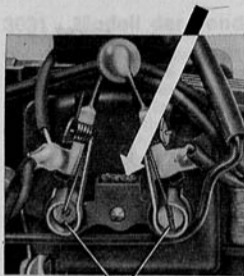

Fig. 3
**3. Schmierung.** Nach etwa 40 Stunden Laufzeit oder nach längerem Lagern empfehlen wir die Schmierung der Ankerlager (siehe Fig. 3 und 4) und der Lager der Getrieberäder. Hierzu ist
**3. Lubrication.** We advise lubricating the armature bearings (see figs. 3 and 4) and those of the gear wheels after running for some forty hours, or after the engine has been laid up for any length of time. The engine casing must be taken off for this (see point 4), and the axle bearings marked by arrows in fig. 5 should also be oiled. Never give any bearing more than one single drop of oil; excessive oiling causes a film of dirt to form, and this, as an example, can also
**3. Graissage.** Nous vous conseillons de procéder à un graissage de la locomotive après environ 40 heures de marche ou après un stockage prolongé: paliers de l'arbre d'induit et du train d'engrenages (voir fig. 3 et 4). Démontez le corps de la locomotive pour y avoir accès (voir § 4). Graissez également les paliers des essieux signalés par des flèches sur la figure 5. Amener une goutte d'huile sur chaque point de graissage. Un graissage excessif est à l'origine de la formation de cambouis. Le fonctionnement de l'attelage MÄRKLIN-TELEX peut aussi être affecté par un graissage excessif (levier de dételage collé). Démontez dans ce cas le crochet d'attelage (retirer la vis) et nettoyez soigneusement les pièces à l'aide d'un chiffon. Attention à un assemblage correct des pièces lors du remontage. Vérifier que le ressort agit normalement. Nous conseillons l'huile MÄRKLIN **7199** ou l'huile d'auto fluide comme lubrifiant. L'huile de table est à proscrire absolument.
**3.º Lubricación.** Después de unas 40 horas de funcionamiento o tras un almacenaje prolongado deben engrasarse los cojinetes del inducido (véanse figs. 3 y 4) y los de las ruedas dentadas del mecanismo. Para ello se desmontará la caja de la locomotora (véase 4.º). Además se aceitarán los cojinetes de eje marcados con flechas en la fig. 5. En cada cojinete no se pondrá más que 1 gota de aceite. Todo engrase excesivo da lugar a la formación de una capa de suciedad. A modo de ejemplo indiquemos que, a consecuencia de ello, se pegaría el arco de desencoplamiento del enganche Telex. En caso de necesidad, se desarmaría el enganche después de haber quitado su tornillo de sujeción, y se limpiarían sus piezas con un trapito. Al unir, de nuevo, las piezas mencionadas, se observará que estén bien colocadas y orientadas por el muelle de llamada.